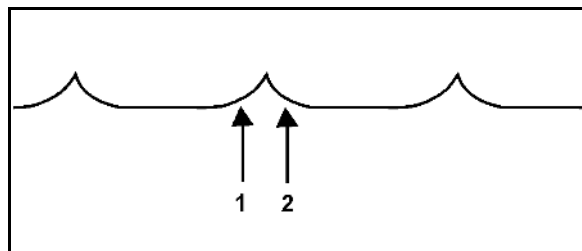

Fig. 48
- Hydraulisk innstilling av arbeidsdybden ved hjelp av skalaen (Fig. 48/1).